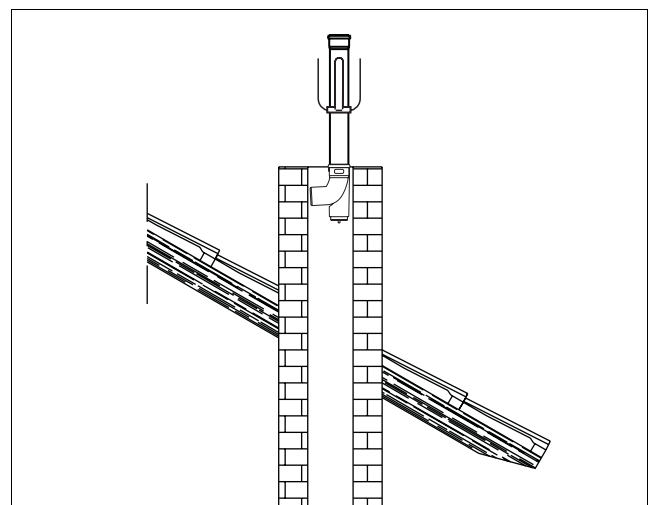

Bild 17 Abgasrohr in den Schornstein einführen
- Abgasrohr von oben in den Schornstein einführen (Bild 17), bis die Rohrmuffe kurz über der Schornsteinoberkante liegt.